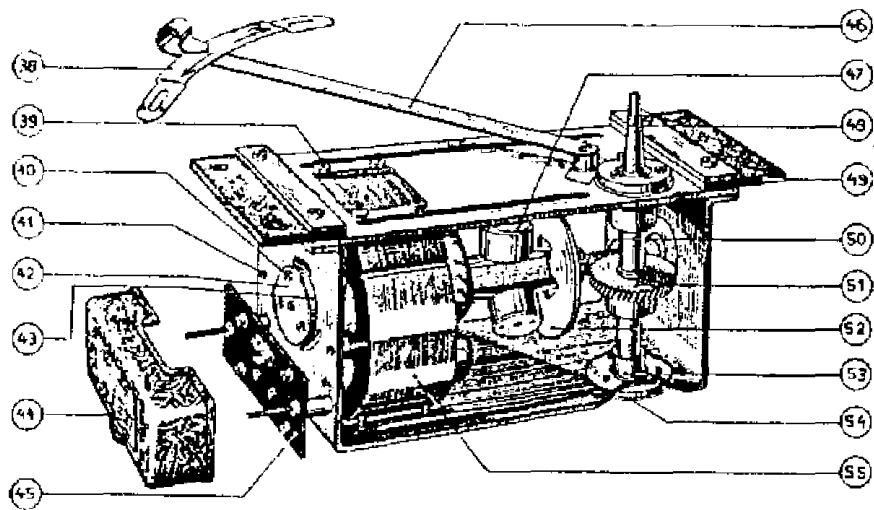

Fig. 10
In de montageplaat der gramfoonuitrusting is een uitsparing gemaakt, waarin de motor met twee rubber stroppen, (fig. 10 pos. 49) trillvrij is opgehangen.